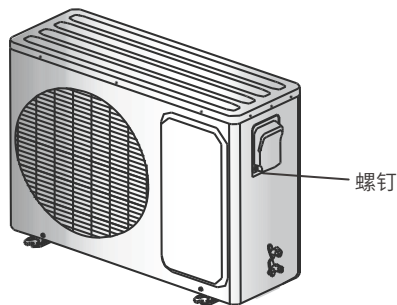

图 21
- 取下电装盖(或侧板)(如图21所示)，松开上压板或压线夹。